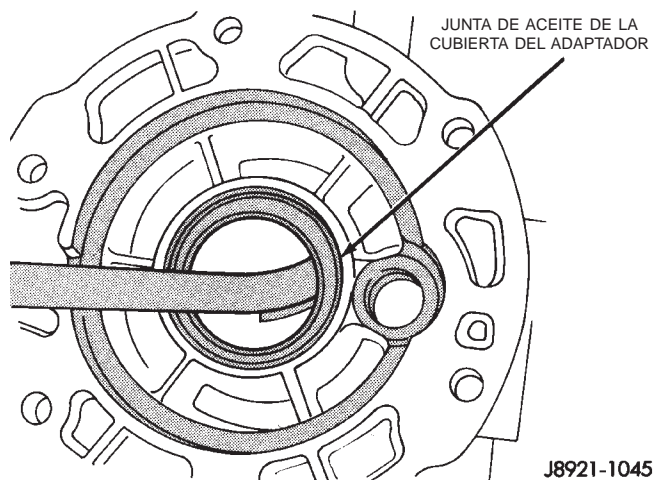

Fig. 15 Desmontaje de la junta de la cubierta del adaptador
(1) Eleve y apoye el vehículo.
(2) Retire la caja de cambios.
(3) Utilice una alzaprima adecuada o un tornillo montado en un martillo de percusión para retirar la junta de la cubierta del adaptador (Fig. 15).